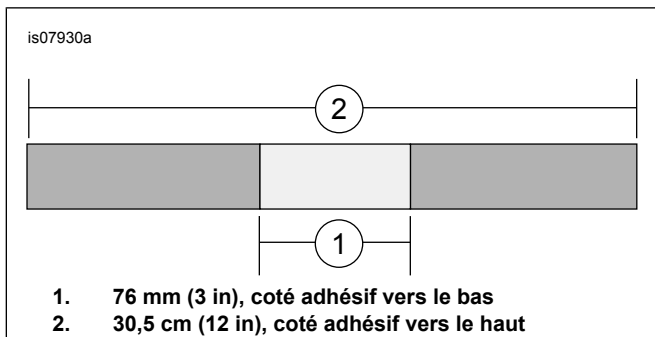

Figure 1. Créer une zone qui ne colle pas
- Voir Figure 1. Préparer les morceaux suivants de ruban-cache. Couper (2) 30,5 cm (12 in) et 76 mm (3 in) bandes de ruban-cache. Placer les bandes de 76 mm (3 in) au centre des bandes de 30,5 cm (12 in), avec les côtés adhésifs l'un contre l'autre, pour créer une zone qui ne colle pas.